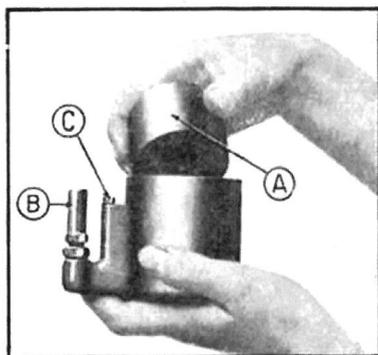

Fig. 242. — Enlèvement du flotteur (A) du carburateur.
- 3—Vider l'essence contenue dans la cuve et remplacer le flotteur par un flotteur neuf (fig. 242).